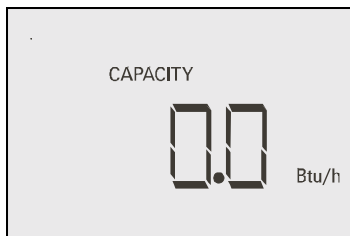

Fig. 11
5.5.1 Appuyez sur la touche MODE – la CAPACITE s'affichera sur l'écran LCD (Fig. 11).